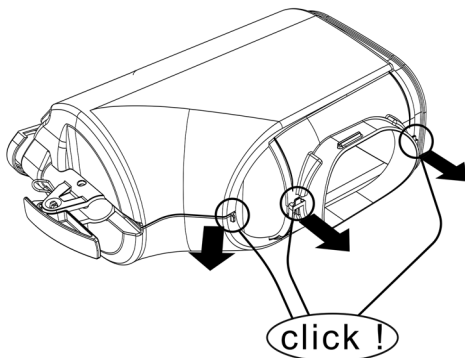

figure 13
**1** Ouvrir les deux parties en les faisant cliquer. (voir figure 13).